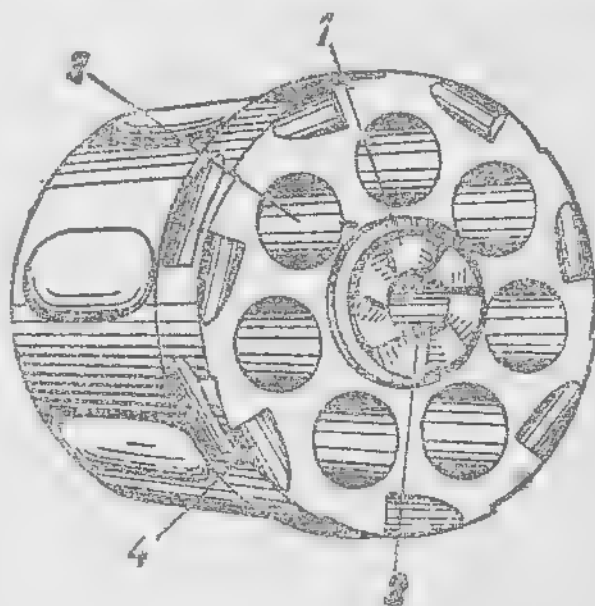

Рис. 18. Барабан (вид сзади):
**19. Барабан** (рис. 18) с семью камерами служит патронником и вместе с тем магазином. Он имеет: **центральный канал**, в широкой пе-